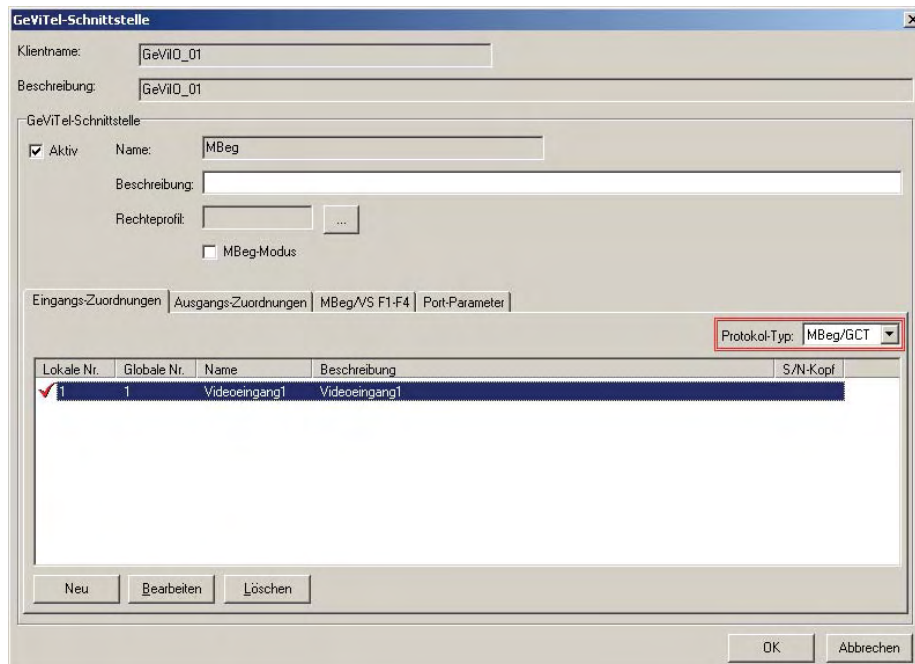

Abbildung 8-10: Schnittstellen-Eingangszuordnungen
- Je nach System können bzw. müssen auch weitere Videoeingänge einer Kreuzschiene eingefügt werden (Abbildung 8-10).